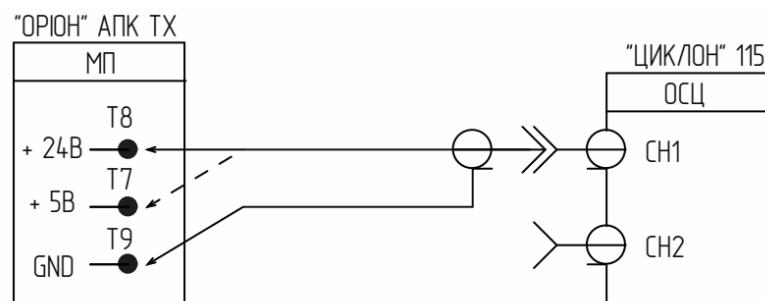

Рисунок 8.8.2 – Измерение уровней + 5 В и + 24 В
**Внимание!** В модернизированных модулях МП предусмотрены специальные измерительные гнезда, в этом случае извлекать модуль из корпуса не обязательно (см. рисунок 8.8.2).